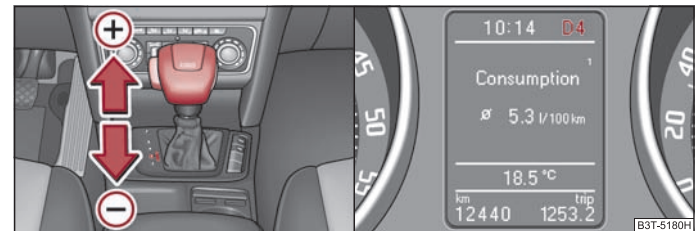

Fig. 141 Selector: selectarea manuală/display-ul informativ: selectarea manuală a vitezelor
Poziția selectorului de viteze se afișează, împreună cu treapta de viteză selectată, pe afișajul informativ al tabloului de instrumente ⇒ fig. 141 - dreapta.
- Apăsăți scurt maneta selectorului de viteze (în culoarul Tiptronic) spre față pe ⇒ fig. 141 (+).